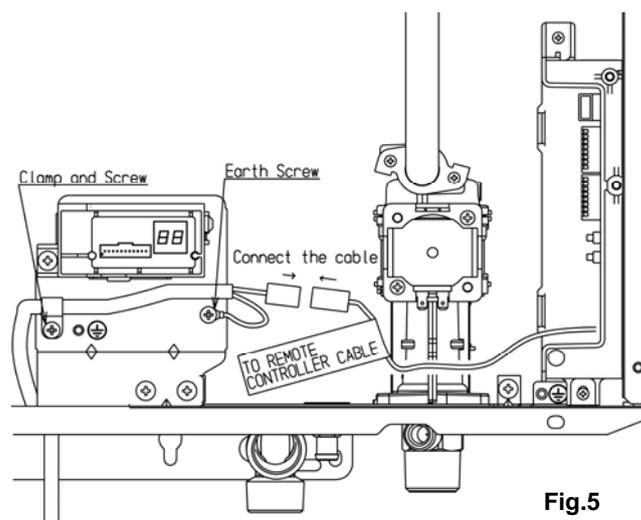

Fig.5
5. Enchufar el conector del comando remoto con el conector del cableado específico proveniente del PCB "to remote controller cable" abajo a la derecha (Fig.5).